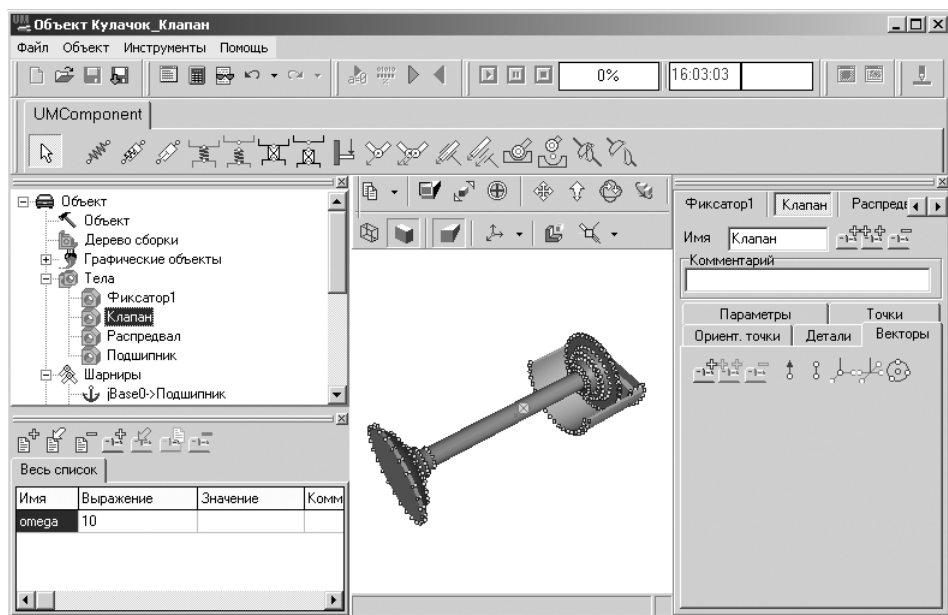

Рис. 2.22. Состояние системы **Универсальный механизм** в процессе построения для тела **Клапан** точки связи типа вектор
- щелкните в окне **Инспектор** по закладке **Векторы** для ее открытия, см. рис. 2.22;